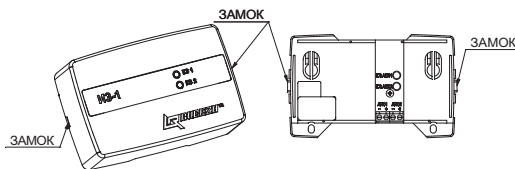

Рисунок 1
- а) открыть и снять крышку изолятора шлейфа, нажав на замок с боковой стороны (см. рисунок 1). Снятие крышки лучше проводить на плоской горизонтальной поверхности;